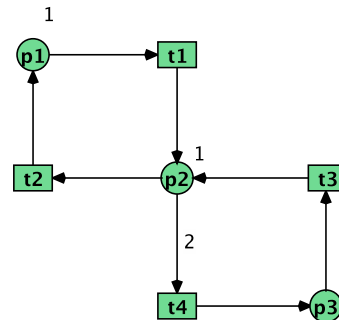

Abbildung 1: Netz 01
**Übungsaufgabe 7.3:** Betrachten Sie das Netz 01 in der folgenden Abbildung 1: